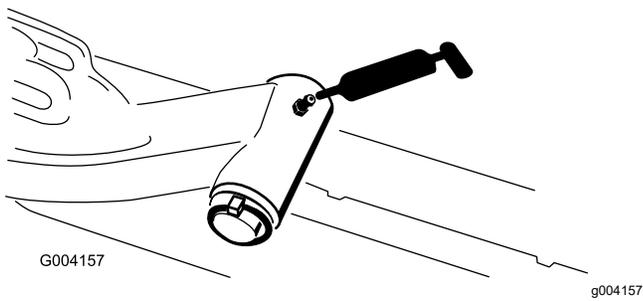

Рисунок 76
- Ось поворота подъемного рычага (по 1 шт.) (Рисунок 76)